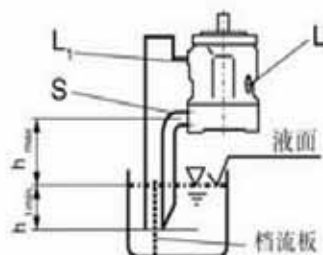

图 2
b) 如果油箱的最低液面低于泵的安装法兰面则“L₁”和“S”口的接管见图2。
在安装前泵水平卧置并灌满油液。油箱上的安装见图2。